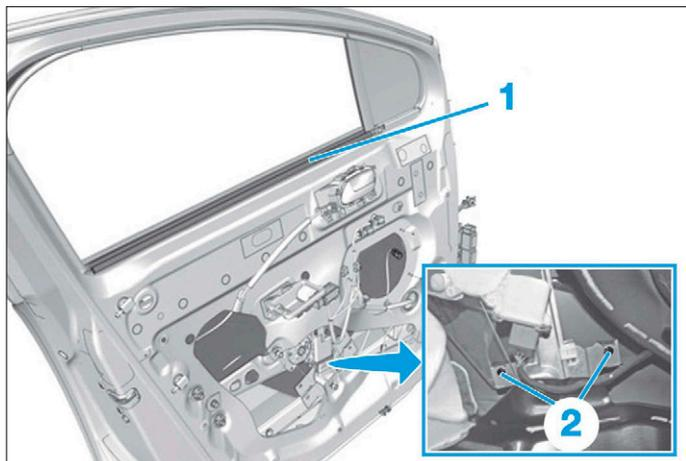

FIG. 74
- le joint intérieur (1) (Fig.74),
- les vis (2).